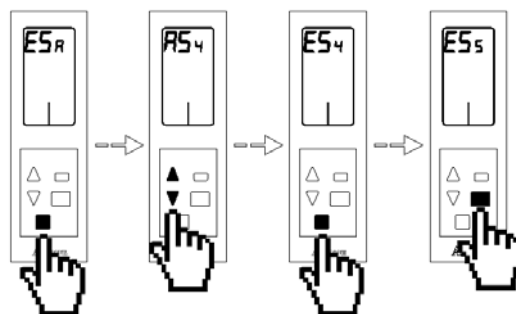

Fig. 72
- o **Associare una uscita di controllo secondaria:** Se si desidera aggiungere una uscita secondaria, selezionare R e premere ☐ per accedere al menù di associazione (Fig.72), tenere presente che se questa opzione non appare non ci sono zone secondarie da poter associare. Mediante le frecce $\Delta \nabla$ impostare il valore desiderato e premere ☐ per confermare. A continuazione il menù mostrerà se ci sono ulteriori zona associabili come secondarie o in alternativa $\bar{n}$ ad indicare che non ci sono ulteriori uscite secondarie disponibili. Se non si desidera associare ulteriori uscite, premere ☐ per tornare al menù precedente.